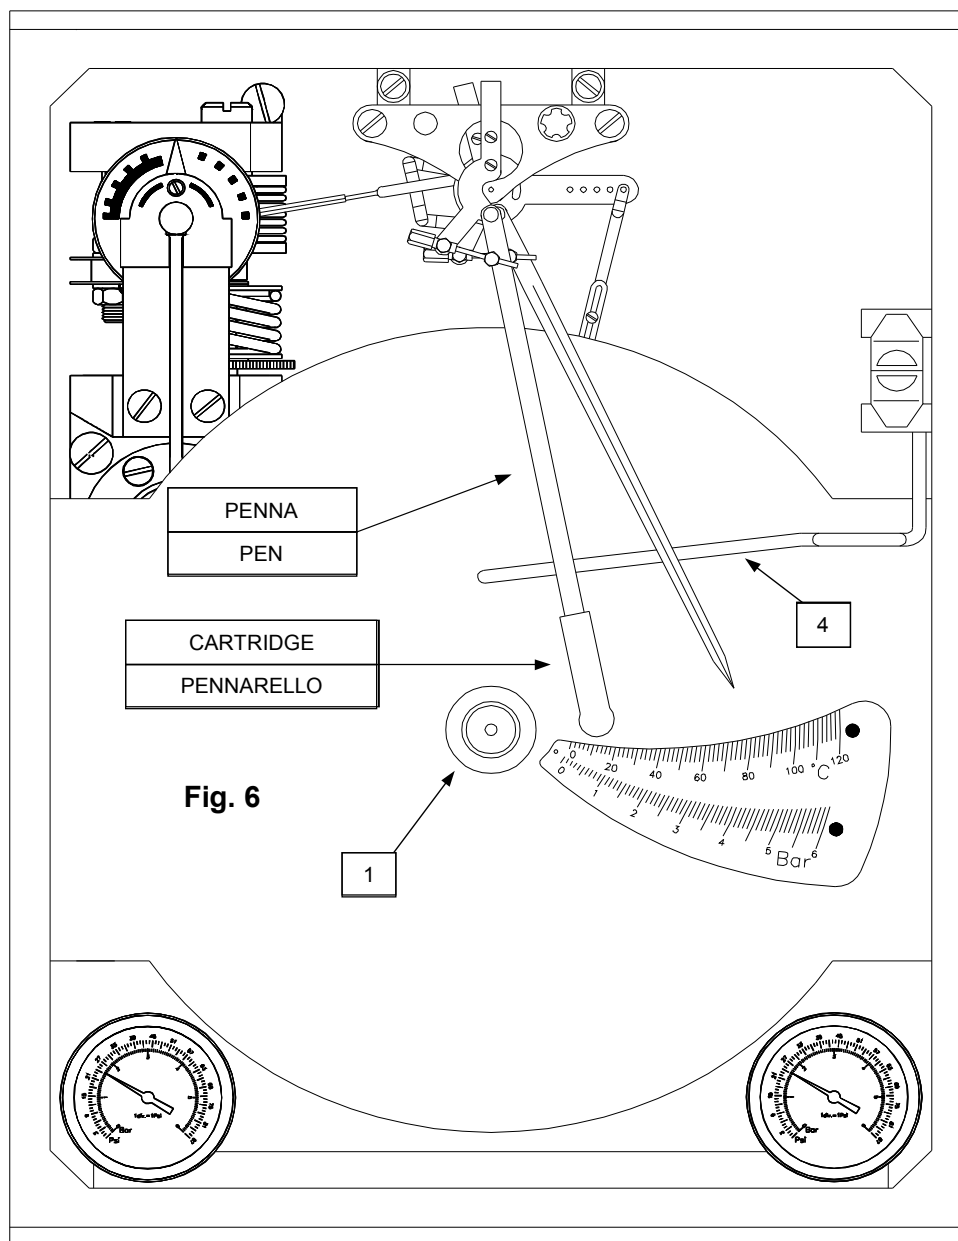

Fig. 6
6. FUNZIONAMENTO OROLOGI (Fig. 6)
6. CLOCK OPERATION (Fig. 6)